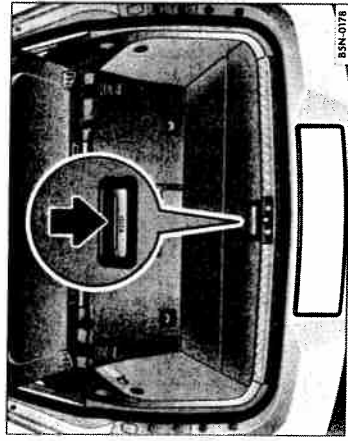

Fig. 113 Ridicarea mochetei variabile a portbagajului.
- Apăsăți pe mânerul **[PRESS]** ⇒ fig. 113 (săgeata) din mocheta variabilă a portbagajului, pentru a ridica mânerul.